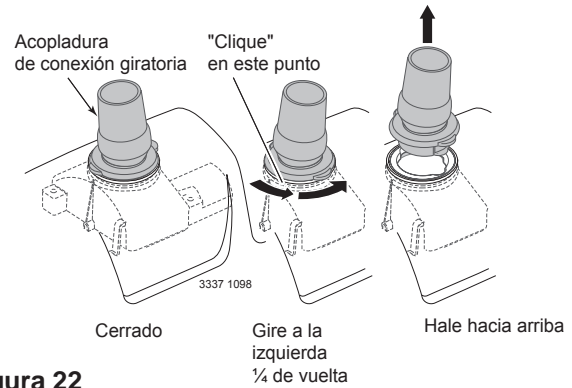

Figura 22
1. Remueva de la parte superior del limpiador la acoplatura de conexión giratoria (Figura 22) haciéndola girar 1/4 de vuelta hacia la izquierda y jalándola hacia arriba.